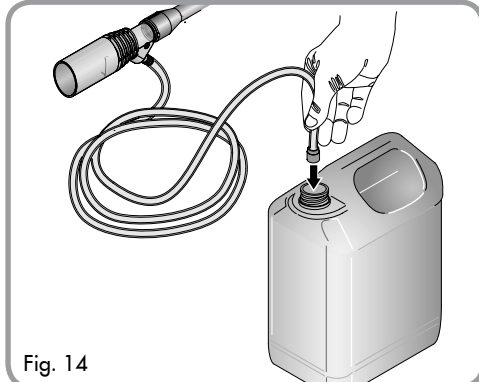

Fig. 14
4. Open a container of pressure washer detergent and insert the suction tube into the container all the way to the bottom. (Fig. 14)
4. Abra un recipiente de detergente para hidrolimpadora a presión. Introduzca el tubo de aspiración dentro del recipiente hasta el fondo (Fig. 14)